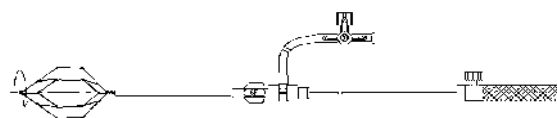

Рисунок 4
- 1.1.2. Рисунок 4: Отсоедините кова-фильтр от доставляющего кабеля, повернув его по часовой стрелке, если смотреть с каудальной стороны кова-фильтра.
- 1.2 При доступе через яремную вену проверьте винтовое соединение между доставляющим кабелем и кава-фильтром в соответствии с пунктами 1.1.1, 1.1.2 и 1.2.1~1.2.8 (**Рисунок 3, Рисунок 4 и Рисунок 8 ~ Рисунок 20**).